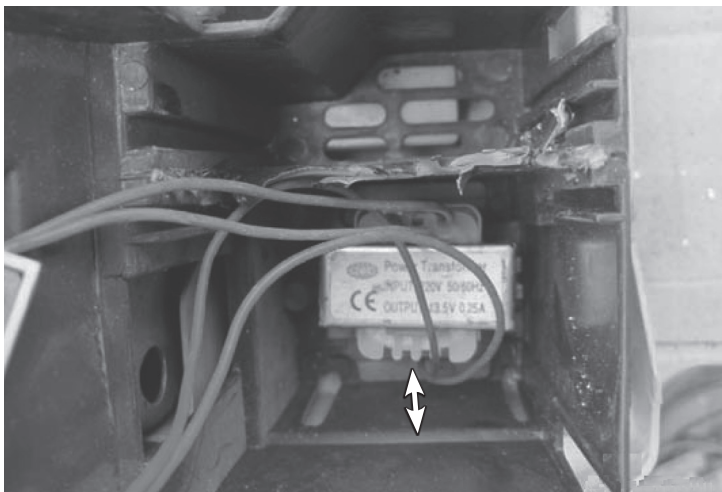

图 7-7 变压器与电控盒位置近
2) 取下室内机外壳和电控盒外罩,仔细观察电控盒,发现室内机主板上的变压器与电控盒位置非常近,如图 7-7 所示。